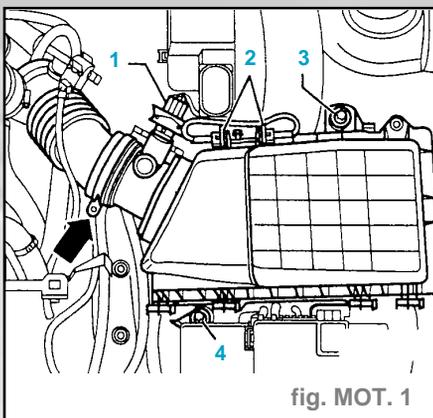

fig. MOT. 1
- Déposer le flexible de guidage d'air (flèche) sur le débitmètre d'air massique (fig. mot. 1).